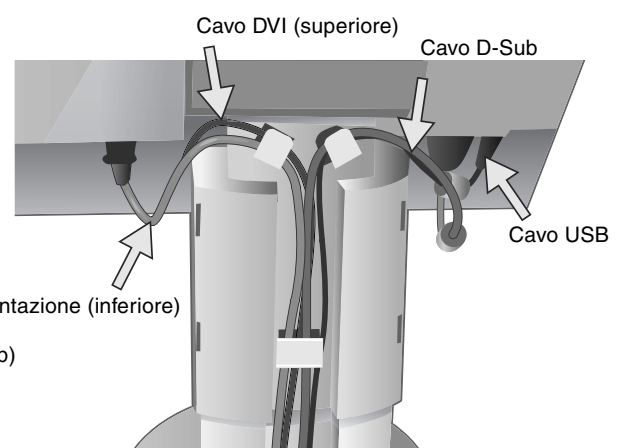

Figura C.2
5. Per fare in modo che la gestione cavi avvenga al meglio, mettere i cavi in quest'ordine: Cavo alimentazione, cavo DVI , cavo D-Sub e cavo USB (**figura C.2**).